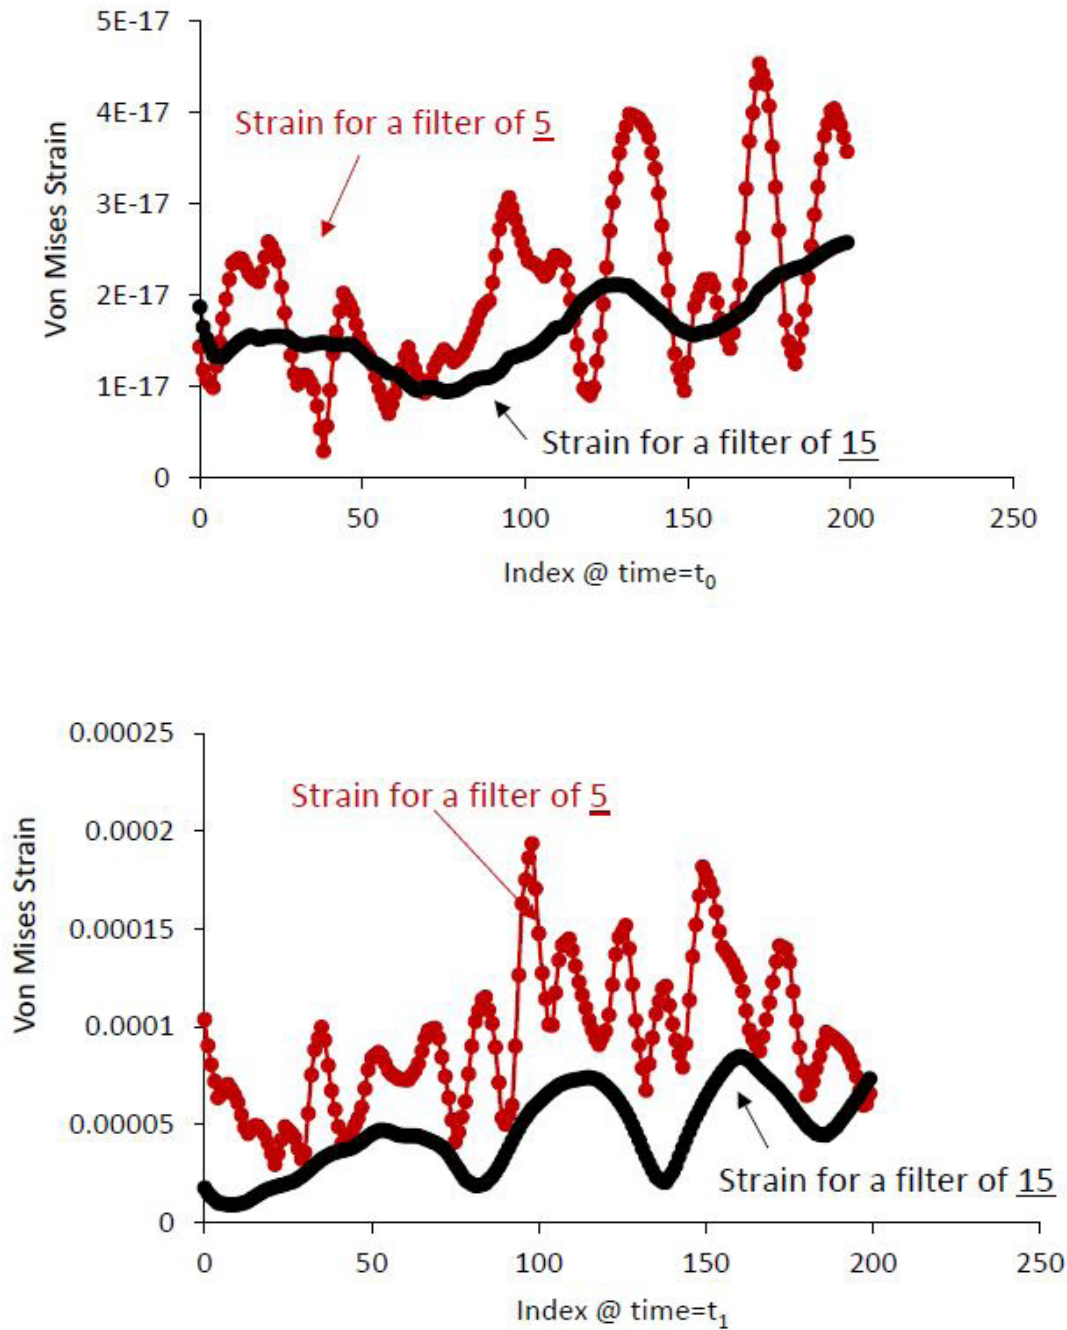

图12: 通过ROI中心, 不同的滤波器大小的Von Mises应变垂线图
- 通过ROI中心的一条线的Von Mises strain 应变的垂线图. Von Mises应变使用5和15过滤器大小的典型图如下图12所示。